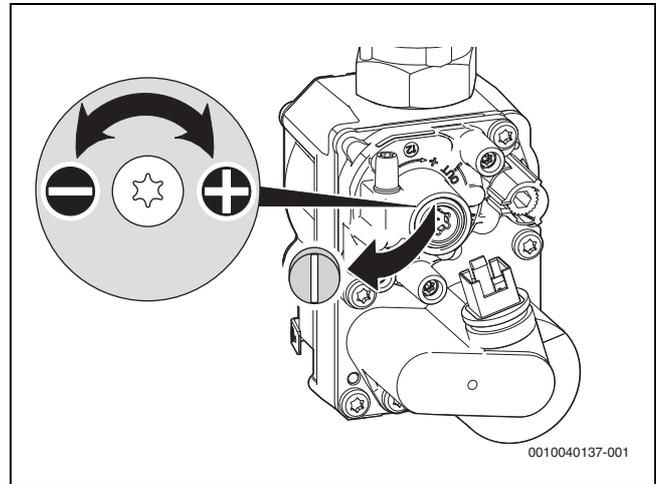

Bild 50 Plombe an der Einstellschraube entfernen
- ▶ Plombe an der Einstellschraube der Gasarmatur entfernen (nur Gasarmatur unten in Bild 50) und CO₂- oder O₂-Gehalt für minimale Nennwärmeleistung einstellen.